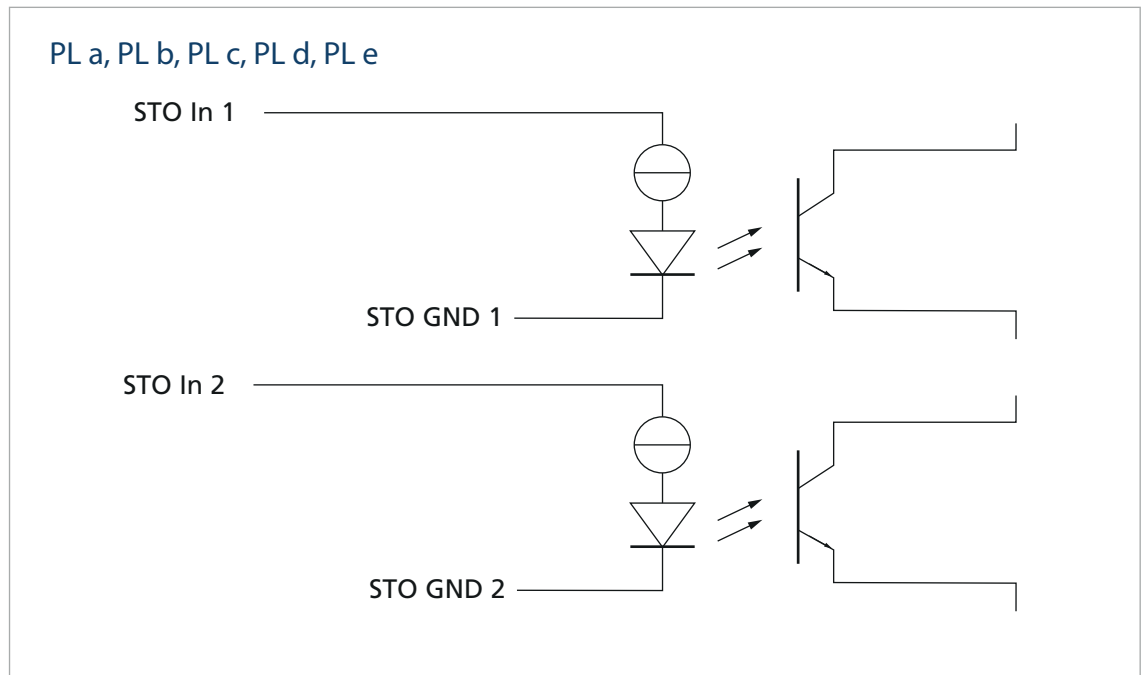

Abb. 26: Schaltbild redundant geschaltete STO-Eingänge 1 und 2
- ▶ Für Anwendungen ab Performance Level d (PL d, PL e) die redundante Schaltung verwenden (siehe Abb. 26).